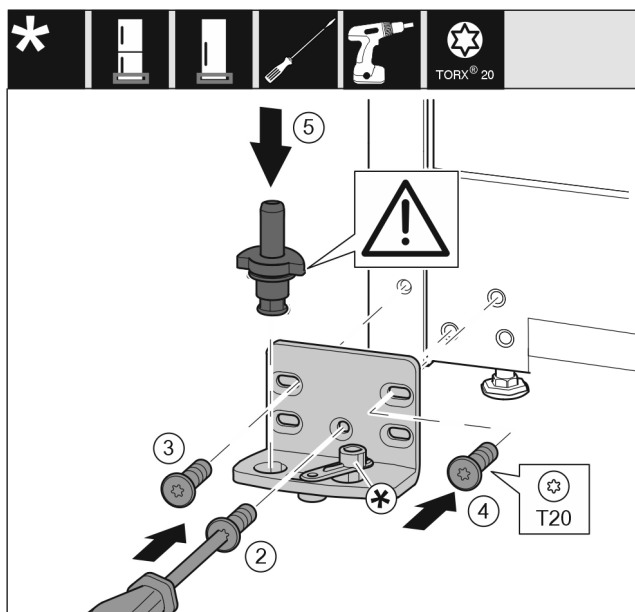

Fig. 17
- ▶ Colocar el soporte de apoyo en el otro lado y atornillarlo con la ayuda de un destornillador T20. Empezar por el tornillo 2 en la parte inferior central. Fig. 17 (2)
- ▶ Apretar los tornillos 3 y 4. Fig. 17 (3,4)
- ▶ Introducir totalmente el perno de apoyo. Asegurarse de que el saliente de retención mire hacia atrás. Fig. 17 (5)